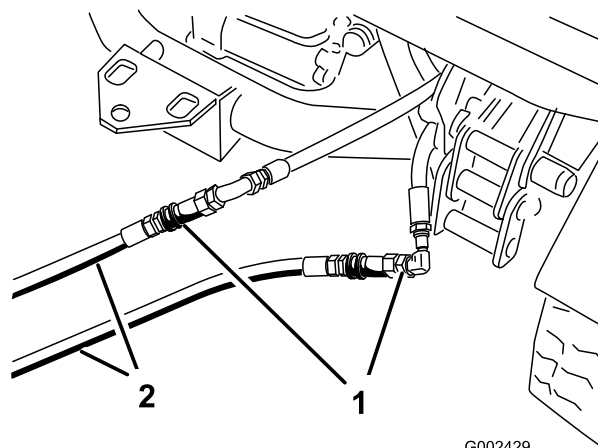

Figura 80
3. Sul veicolo in panne collegate i due tubi d'intervento ai tubi scollegati in precedenza (Figura 80). Applicare un tappo sui raccordi inutilizzati.